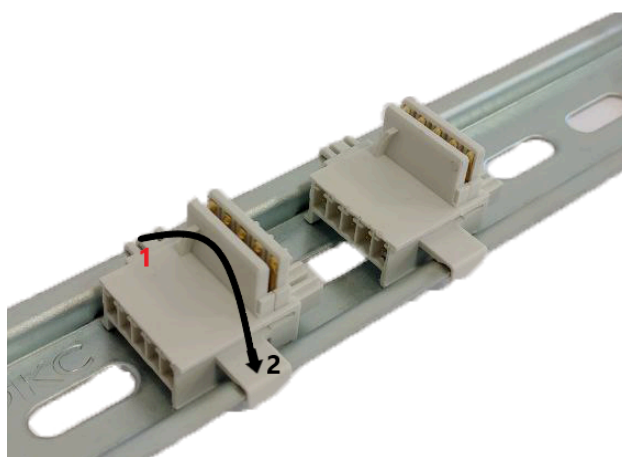

Рисунок 12.1
• **Рисунок 12.1** - Первая точка установки шины под номером (1) устанавливается на кромку DIN-рейки, вторая точка с фиксатором под номером (2) защелкивается с не большим усилием, прижмите точку (2).